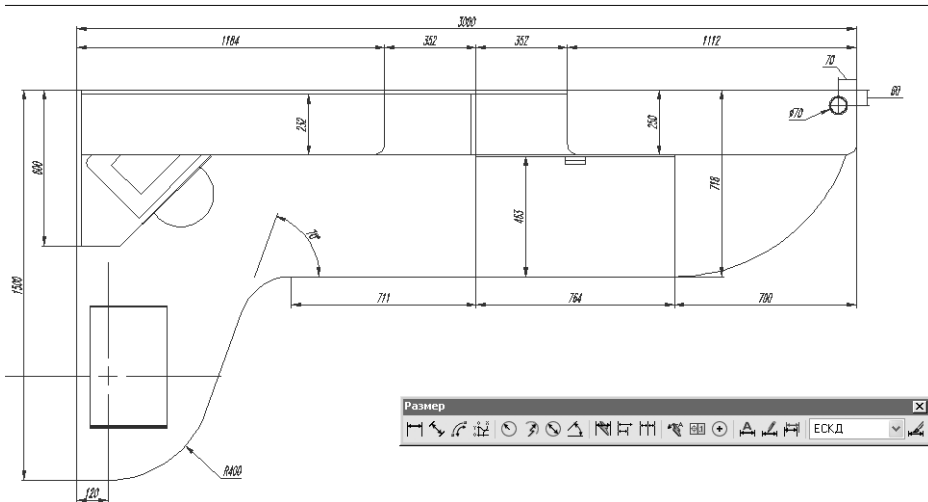

Рис. 11.25 ▼ На чертеже показан диаметр монтажного кольца основной опоры
- AutoCAD предложит выбрать дугу или окружность. Щелкните на окружности, которая представляет на чертеже наружный контур монтажного кольца основной опоры, а затем задайте оптимальное расположение созданного обозначения диаметра (рис. 11.25).